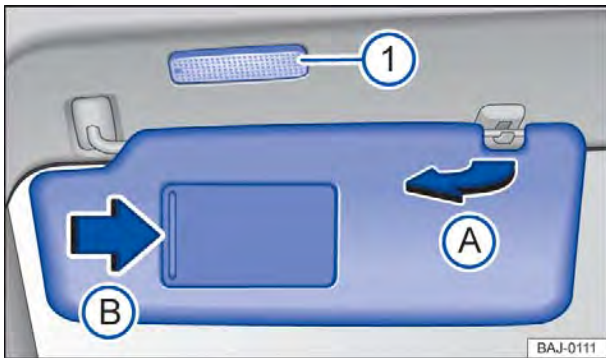

Fig. 83 No revestimento do teto dianteiro: para-sol.
- Retirar do suporte e virar na direção das portas ⇒ Fig. 83 (A).